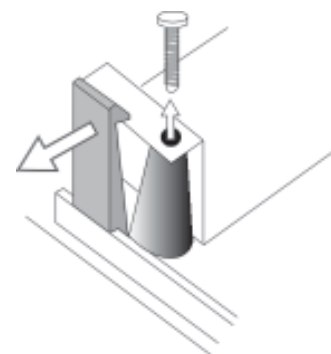

Abb.2
- 1) Die Kabel des Horns vom Sirenenmodul abtrennen. Die Sirene aus ihrem Einsatz herausnehmen, dazu die Befestigungsschraube abschrauben und den Halter aushaken (siehe Abbildung 2).